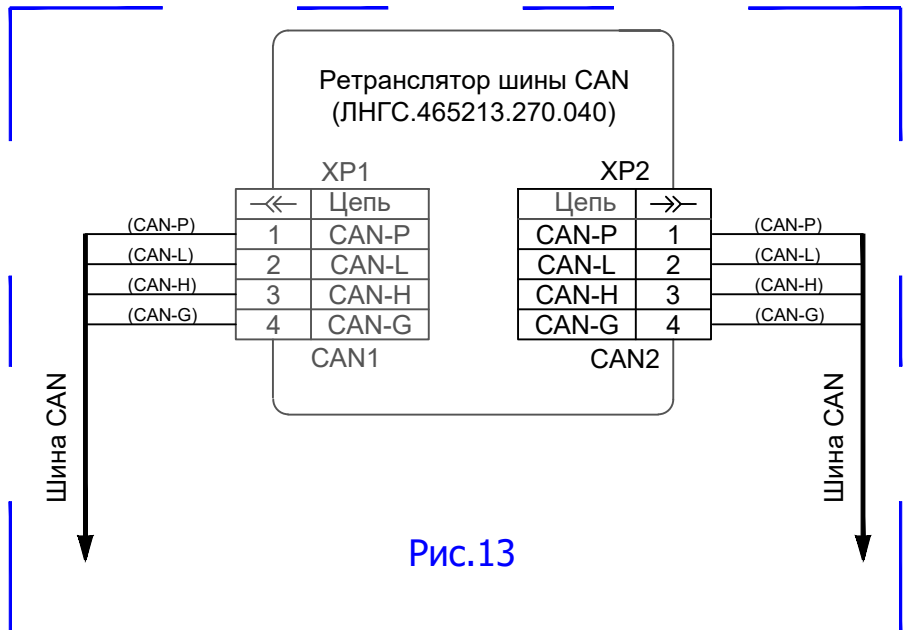

Рис.13
16. Подключение ретранслятора шины CAN провести по рис.13 при необходимости увеличения длины шины CAN.